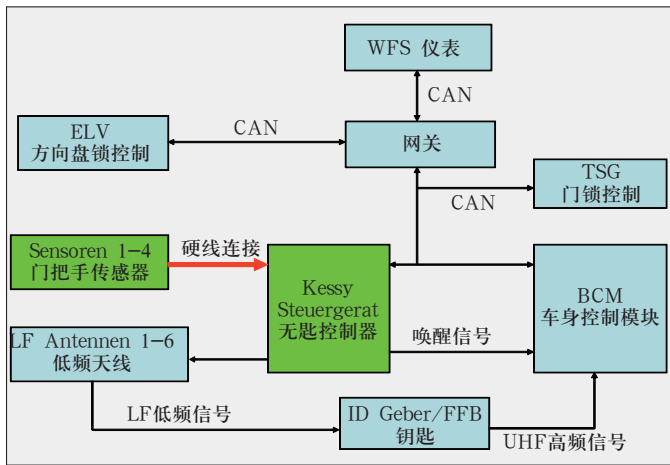

图4 传感器唤醒控制器示意图
1. Kessy控制器读取门把手发出的唤醒信号。当驾驶员把手放入门把后, 门把手内部的传感器会感应到电容的变化, 此信号通过硬线连接传递给无匙控制器(见图4)。